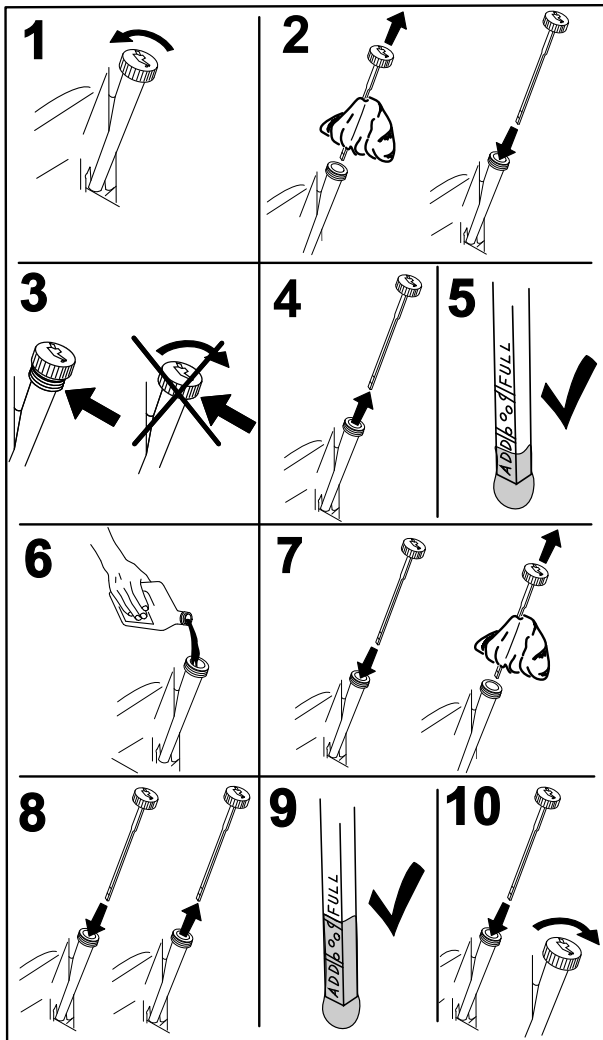

Figura 31
2. Compruebe el nivel de aceite, según se muestra en Figura 31.